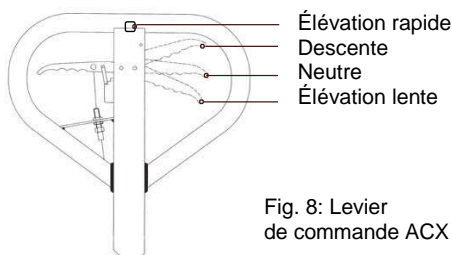

Fig. 8: Levier de commande ACX 10E
Si nécessaire, régler le levier de commande comme décrit ci-dessous (fig. 8) :
- Si le levier de commande se trouve en position « Descente » et que les bras de fourche ne se déplacent pas vers le bas, tourner l'écrou de réglage dans le sens des aiguilles d'une montre jusqu'à obtenir l'effet correspondant à la position de poignée. Contrôler ensuite la position « Neutre » conformément à la fig. 8 et s'assurer que la position de l'écrou de réglage est correcte.